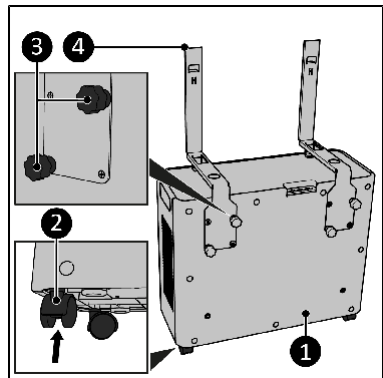

Abb. 9
1. Stecken Sie die Rollen (Abb. 9, Pos. 2) in die hierfür vorgesehenen Öffnungen an der Unterseite der Außeneinheit (Abb. 9, Pos. 1), bis sie einrasten.
2. Montieren Sie die Halterungen für den Gebäudemodus (Abb. 9, Pos. 4) an die Außeneinheit (Abb. 9, Pos. 1) und befestigen Sie die beiden Halterungen mit zwei Hutmuttern (Abb. 9, Pos. 3).